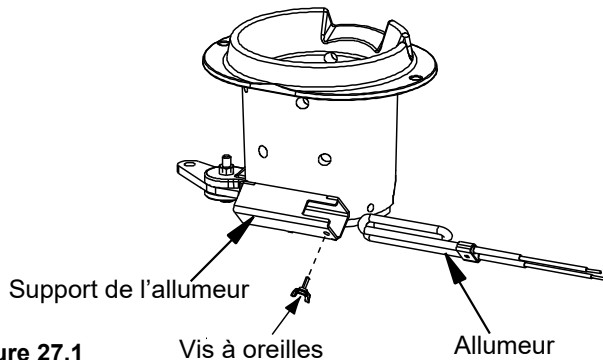

Figure 27.1
2. Les fils de l'allumeur sont connectés au faisceau de câbles au moyen de cosses rectangulaires mâles/femelles de 6 mm (1/4 po). Tirez sur ces fils pour qu'ils dépassent de 102 à 127 mm (4 à 5 po) de l'œillet à l'arrière du logement du tiroir à cendres. Déconnectez les cosses rectangulaires et sortez l'allumeur du logement. Desserrez la vis à oreilles et sortez l'allumeur (**Figure 27.1**).